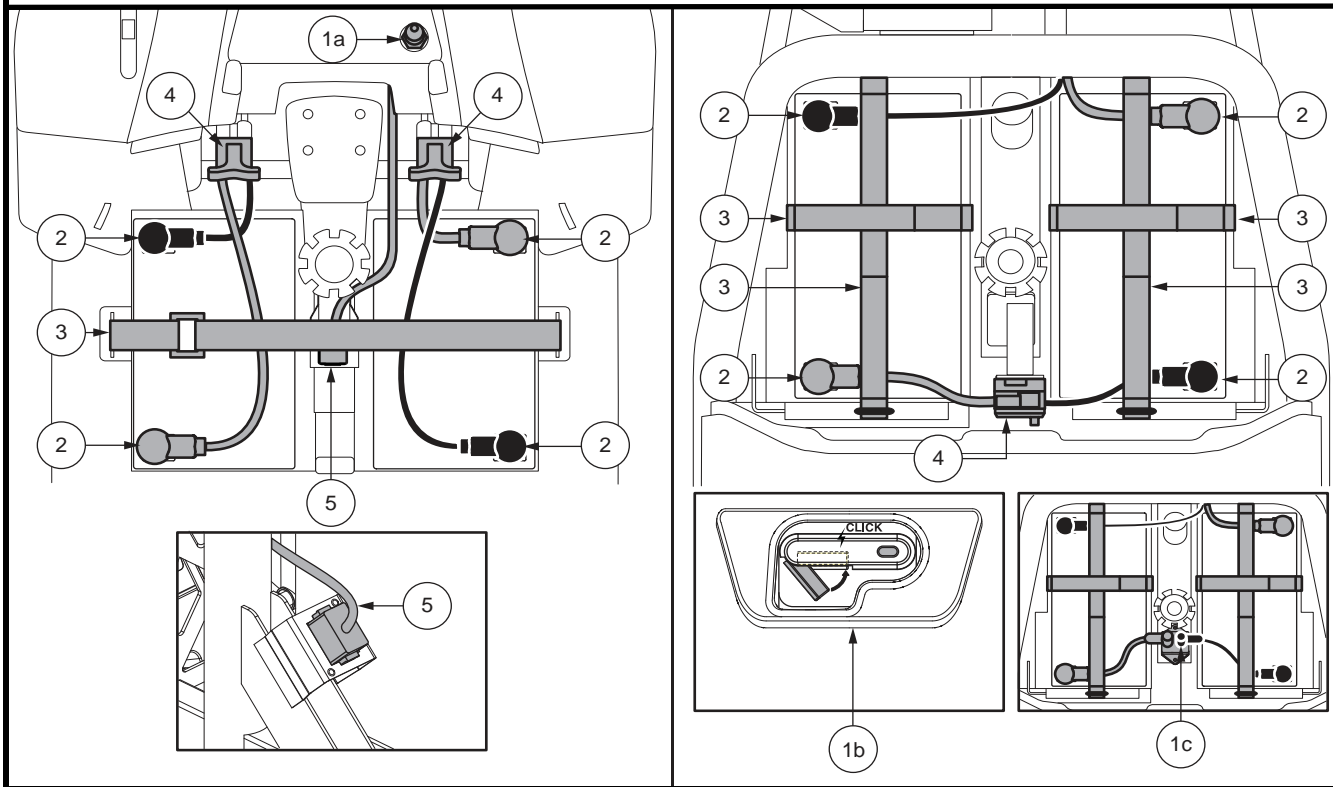

Figura 14. Remoción de la batería / Instalación de Terminales y Conexiones
- 6. Coloque una nueva batería en cada espacio destinado a las baterías. Las terminales de la batería deben mirar en sentido contrario al asiento, con las terminales positivas (+) y negativas (-) posicionadas tal como se indica en la figura 14.